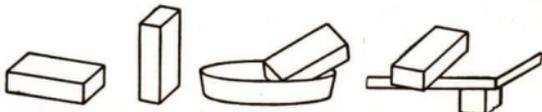

Abb. 44/1. Ein Holzklötzchen in verschiedenen Stellungen
1. Wir legen einen quaderförmigen Holzklötzchen in verschiedenen Stellungen auf den Tisch: auf die größte Fläche, auf die kleinste Fläche, schräg angelehnt in eine Schale, über die Tischkante ragend oder in beliebiger anderer Stellung (Abb. 44/1). Weder der Rauminhalt noch die Gestalt des Klötzchens werden dadurch beeinflusst.